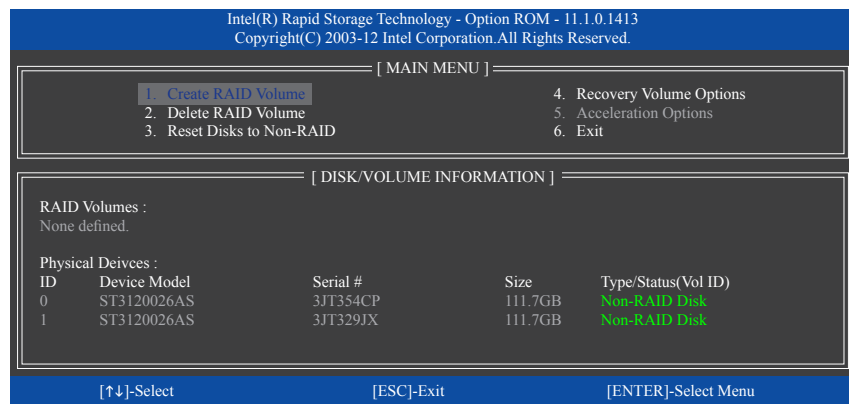

図 3
<Ctrl> + を押すと、**MAIN MENU** スクリーンが表示されます (図 3)。
SATA RAID/AHCIドライバを含むフロッピーディスクを挿入し、<Enter>を押します。次に、以下の図 3 のようなコントローラメニューが表示されます。**Intel(R) Desktop/Workstation/Server Express Chipset SATA RAID Controller** を選択し、<Enter>を押します。AHCIモードの場合、キーボードの矢印キーを使用して **Intel(R) Desktop/Workstation/Server Express Chipset SATA AHCI Controller** アイテムにスクロールし <Enter> を押します。